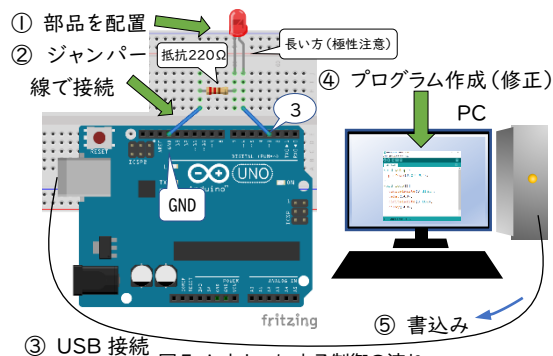

図5 Arduinoによる制御の流れ
赤色のLEDをArduinoにより点滅させる例（図5）で制御の流れを説明する。
- ① Arduinoに接続する前にブレッドボード上に、部品を配置し取り付ける。
- ② 次にジャンパー線で部品同士や電源と接続する。Arduinoへは図5のように3番ピンとGND*5に接続する。
- ③ 回路を完成させ電気を流すため、PCとArduinoをUSBケーブルで接続する。